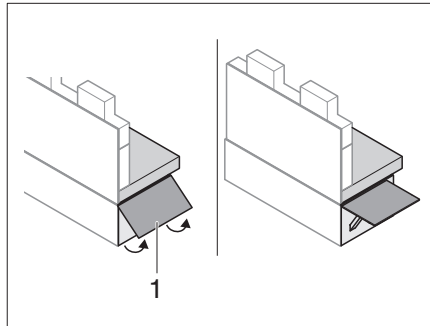

Bild 148 Fäll ut sittbänksförlängning
- Fäll upp sittbänksförlängning (Bild 148,1).
- Skjut in upplåsningsflik och fäll in sittbänksförlängning (Bild 148,1).